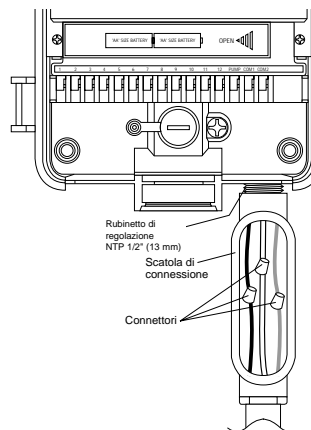

FIGURA 6: Collegamento all'impianto elettrico tramite cassetta di giunzione
- Collegare i fili d'alimentazione che escono dal programmatore, oltre al filo di terra (filo verde o conduttore in rame nudo) al filo verde del programmatore. Il filo verde dev'essere collegato obbligatoriamente! Collegare anche gli altri fili [vedere Figura 6].